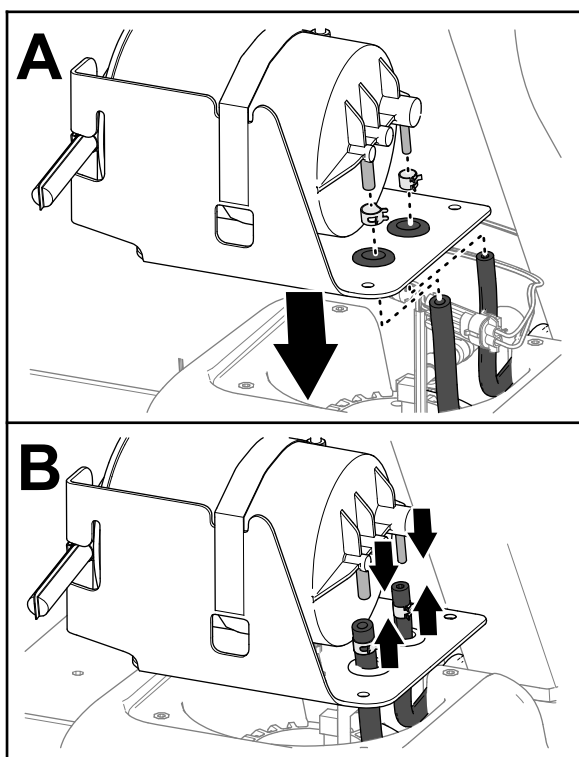

图 90
1. 将油箱软管穿过碳罐支架的套环图 90。
2. 将软管夹安装到软管上 图 90。
3. 将软管安装到碳罐的接头上 图 90。